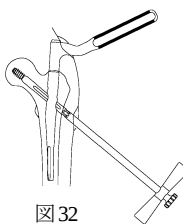

図32
- 5) 抜去用ラグスクリューT レンチをTハンドル部のつまみにてラグスクリューに固定し、抜去ハンドルを把持しながら、ラグスクリューを抜去します。(図32)